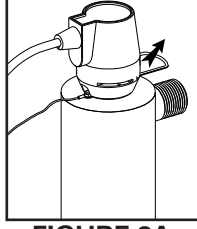
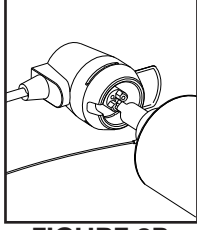
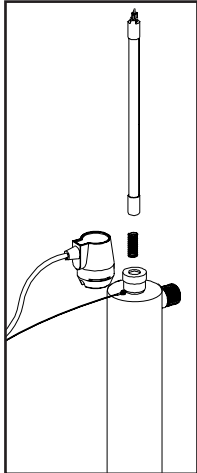
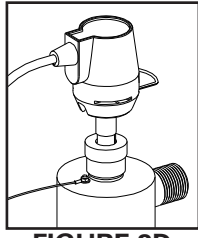

FIGURE 2A
FIGURE 2B
FIGURE 2C
FIGURE 2D
3. Pour l'installation d'une lampe neuve, retirer d'abord la lampe de son emballage de protection; veiller encore à ne pas toucher la surface de verre de la lampe. Insérer délicatement la lampe dans le réacteur (à l'intérieur de la gaine de quartz – Figure 2C). Insérer complètement la lampe dans le réacteur, mais laisser la lampe dépasser de deux pouces hors de la chambre du réacteur. Ensuite, brancher le connecteur à la lampe UV. Le connecteur comporte un repère de positionnement qui empêche un branchement incorrect (Figure 2B). S'assurer que le connecteur soit parfaitement enfoncé sur la lampe UV (Figure 2D).
2. Disconnect main power source and allow the unit to power down for 30 sec. Remove the lamp connector by sliding the metal retaining ring (Figure 2A) away from the body of the connector. Remove connector and lamp from the reactor chamber. Separate the lamp from the connector (Figure 2B). Do not twist the lamp from the connector, simply slide the two apart. Avoid touching the lamp on the glass portion. Handling the lamp at the ceramic ends is acceptable, however if you must touch the lamp glass, please use gloves or a soft cloth. Fully remove the lamp from the reactor chamber being careful not to angle the lamp as it is removed from the chamber. If the lamp is removed on an angle, pressure will be applied on the inside of the quartz sleeve, causing the sleeve to fracture.
3. To install a new lamp, first remove the lamp from its protective packaging, again being careful not to touch the lamp glass itself. Carefully insert the lamp into the reactor vessel (actually inside the quartz sleeve) (Figure 2C). Insert the lamp fully into the chamber leaving about two inches of the lamp protruding from the chamber. Next, attach the connector to the UV lamp (Figure 2B). The connector is "keyed" and will only allow correct installation in one position. Ensure the connector is fully seated onto the UV lamp (Figure 2D).
fully over the retaining nut, slide the metal ring back in to lock the connector in place (Figure 2E). As this connector is keyed to the reactor chamber, make sure the notch on the connector (Figure 2D) is located over the ground nut located on the reactor chamber.
Lorsque la connexion est parfaite entre le connecteur et la lampe, faire glisser le connecteur par-dessus l'écran de retenue. Pour que le connecteur puisse glisser complètement sur l'écran de retenue, on doit veiller à ce que la bague de retenue métallique du connecteur soit retirée du corps du connecteur. Lorsque le connecteur est parfaitement placé par-dessus l'écran de retenue, ramener en place la bague de retenue métallique pour immobiliser le connecteur (Figure 2E). Le connecteur est muni d'un repère de positionnement par rapport à la chambre du réacteur, s'assurer que la dépression sur le connecteur (Figure 2D) soit située au-dessus de l'oreille de mise à la terre située sur la chambre du réacteur.